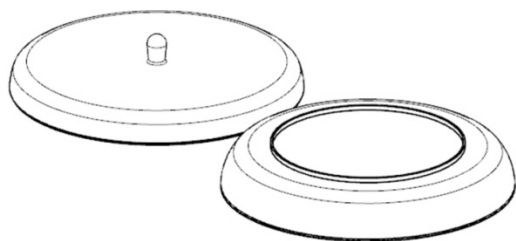

图 12-11 零件旋转 180°
(23) 选取“菜单 | 编辑 | 移动对象”命令，在【移动对象】对话框中对“运动”选择“角度”，“指定矢量”选取“XC ↑” ，“指定轴点”选取 (0, 0, 0)，“角度”设为 180°，“结果”选择“● 移动原先的”。
(24) 选取第二个零件，单击“确定”按钮，零件旋转 180° ，如图 12-11 所示。